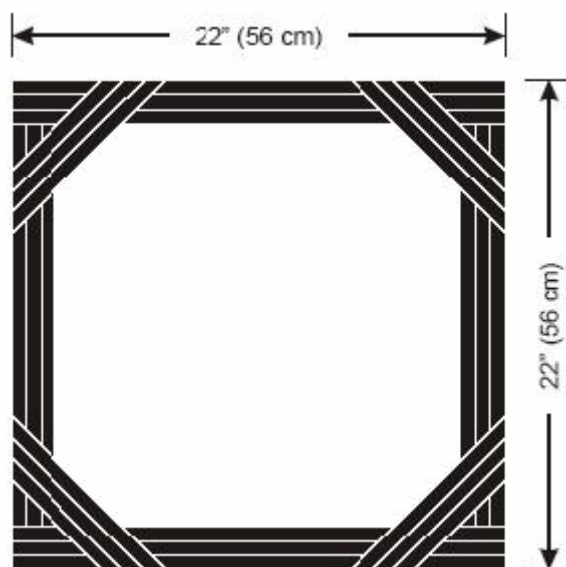

图5-9 模拟桌面边沿的绝缘带边
- 如图5-9所示,建立一块有绝缘带边界的场地。使用至少3条绝缘带,绝缘带边之间连接紧密,没有白色漏出来